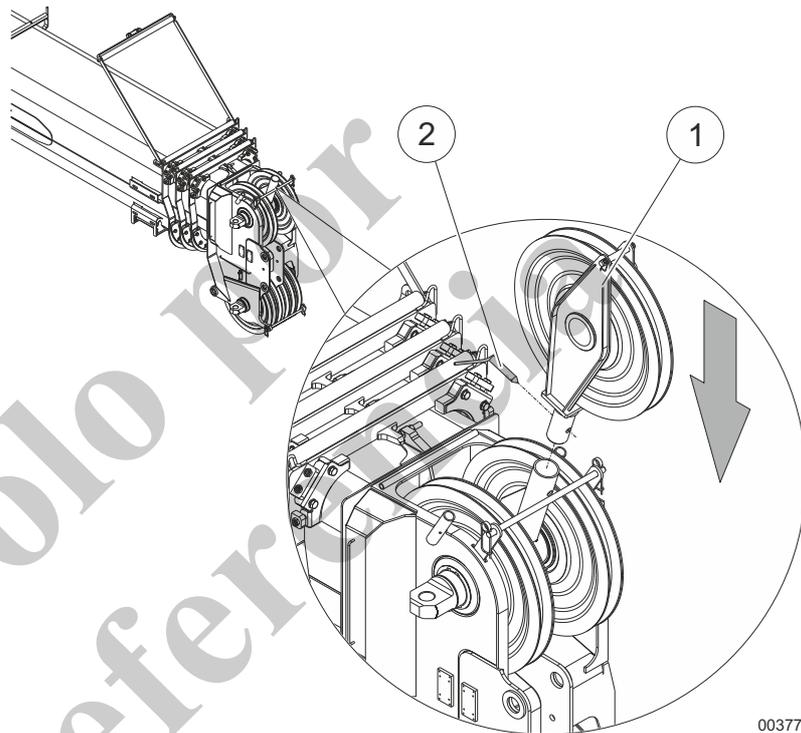

Fig. 242 Instalación de la polea de deflexión
- 9 Inserte la polea de deflexión (1, Fig. 242) en el sujetador de la pluma telescópica y sujétela firmemente con el perno (2, Fig. 242).